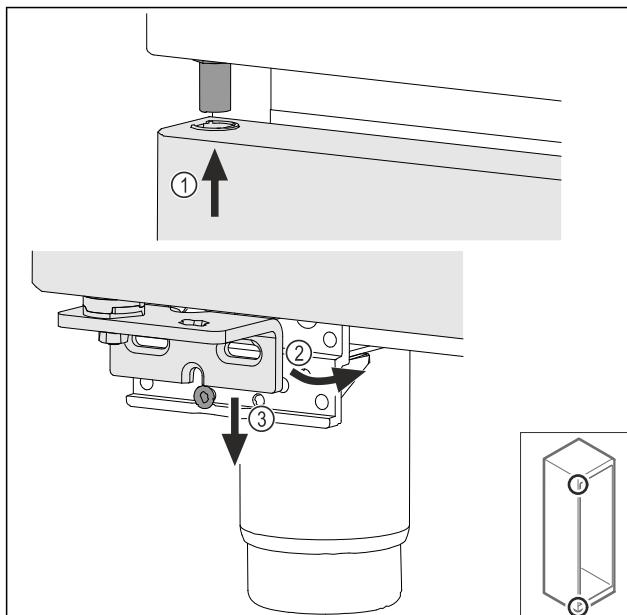

Fig. 74
- Зачепити двері зверху під нахилом Fig. 74 (1), вирівняти двері прямо Fig. 74 (2) і знизу встановити на гвинт Fig. 74 (3) опорного кронштейну.